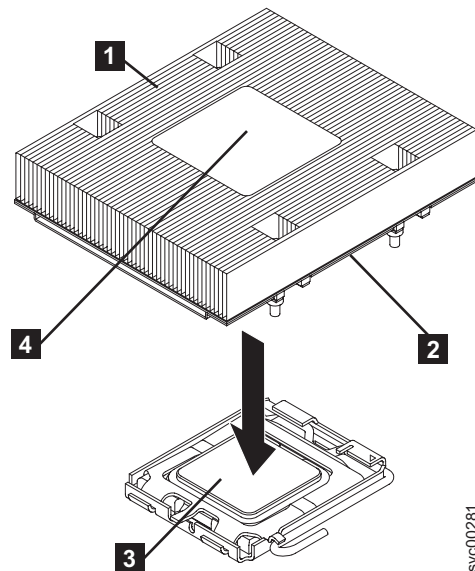

図 260. ヒートシンクの取り付け
7. 熱伝導グリース **2** 側を下にして、ヒートシンク **1** をマイクロプロセッサ **3** の上部に置きます (図 260 を参照)。拘束ねじを締めてヒートシンクをシステム・ボードに固定します。ヒートシンクの両側にある各ねじの間を、お互いがぴったり合うように締めながら、固く締まるまで交互に繰り返します。ここで注意すべきは、これらのねじのいずれも締めすぎないことです。